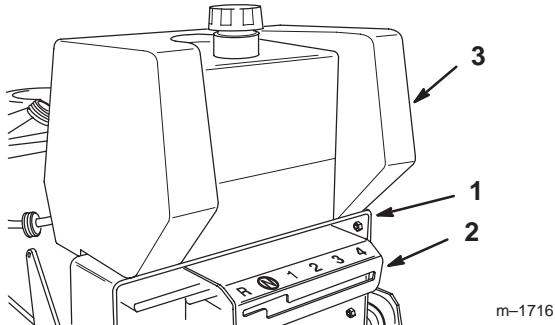

Figure 3
- Glissez le panneau de commande sur le levier de vitesses et sous la base du bâti arrière (Fig. 3). Alignez le réservoir de carburant avec le haut du bâti arrière (Fig. 3).